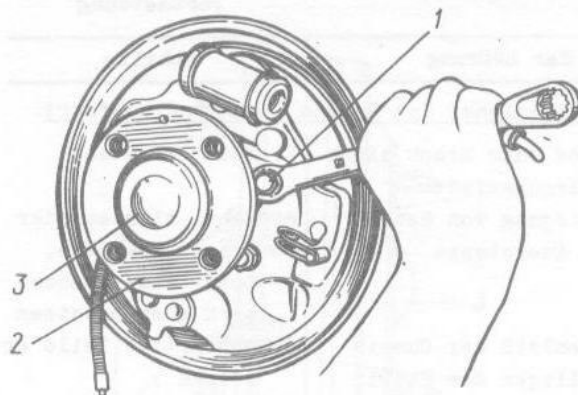

Bild 4-50. Ausbau der Nabe mit Bremsschild von Hinterradaufhängungsträger:
- vier Schrauben 1 (Bild 4-50) zur Befestigung der Nabe an Trägerflansch losdrehen und Nabe 2 absetzen;